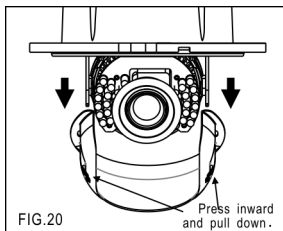

FIG.20
5. Desmonte a tampa interior (FIG.20) e ajuste a direção da lente com o suporte para girar/inclinar e do suporte que pode girar em volta pelo azimute (FIG.21).